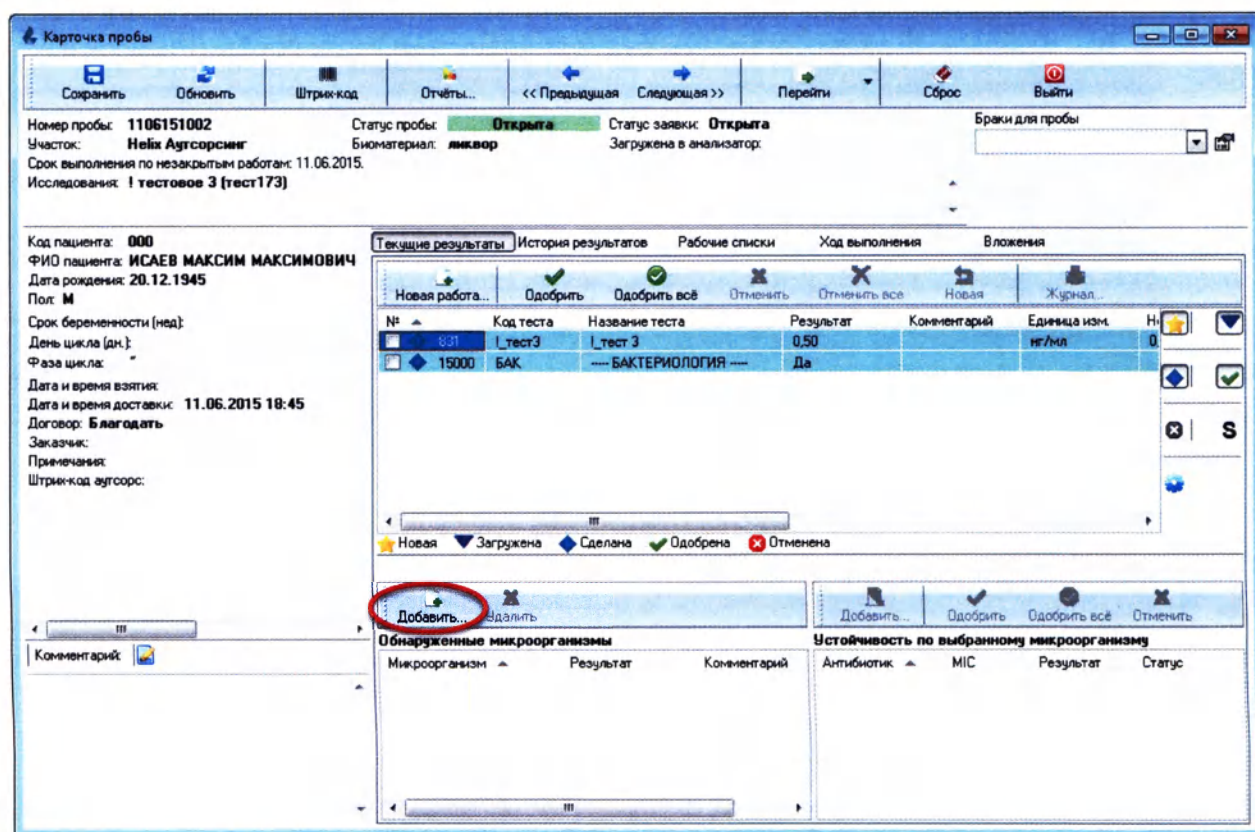

Рисунок 8.2
2. В области «Обнаруженные микроорганизмы» нажмите кнопку «Добавить» (Shift+Ctrl+N) (Рисунок 8.2):